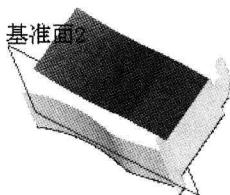
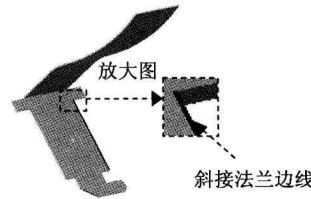

图 1.13 斜接法兰 2
图 1.14 斜接法兰边线
(4) 单击 \checkmark 按钮，完成斜接法兰 1 的创建。
Step5. 创建图 1.13 所示的钣金特征——斜接法兰 2。
(1) 选择命令。选择下拉菜单 $\text{插入(I)} \rightarrow \text{钣金(B)} \rightarrow \text{斜接法兰(M)...}$ 命令(或单击“钣金”工具栏上的“斜接法兰”按钮 \square)。
(2) 定义法兰边线。选取图 1.14 所示的边线为斜接法兰边线。
(3) 定义特征的横断面草图。